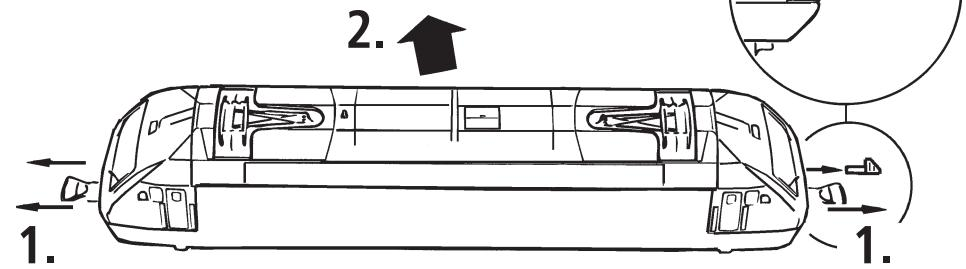

Fig. 5
2. Schmierung: Versehen Sie die im Schmierplan in Fig. 5 gekennzeichneten Stellen mit nur **kleinen Öltropfen**. Dazu zuerst das Lokgehäuse abnehmen (Fig. 4). Für die regelmäßige Schmierung der Radachsen empfiehlt es sich, zuerst mit größerer Sorgfalt den Getriebedeckel abzunehmen. Die dafür notwendige Vorgehensweise wird in Fig. 8 grafisch dargestellt.. Wir empfehlen den ROCO **Öler Art.-Nr. 10906**. Fürs Schmieren der Getriebeteile (Zahnräder, Schnecke) empfehlen wir das **ROCO-Spezialfett Art.-Nr. 10905**. Im Falle der Schmierung diese Teile **nicht ölen**.
2. Lubrication: Apply **tiny oil drops** to spots marked in fig. 5. Prior to lubrication dismantle locomotive (fig. 4). We recommend using item no. **10906, ROCO oiler**. For lubrication the gearparts (e.g. cogwheels, worm) we would recommend our ROCO **special grease** (item no. **10905**).
2. Graissage: N'appliquez **qu'une tout petite goutte** aux endroits indiqués par le plan de graissage (fig. 5) après avoir démonté la caisse de la locomotive (fig. 4). Nous vous recommandons **le graisseur à huile ROCO réf. 10906**. Pour graisser les engrenages (roues dentées, vis sans fin) nous vous conseillons la **graisse spéciale ROCO réf. 10905** pour engrenages en matières synthétiques. Lorsque vous utilisez cette graisse il faut éviter d'huiler ces composants.